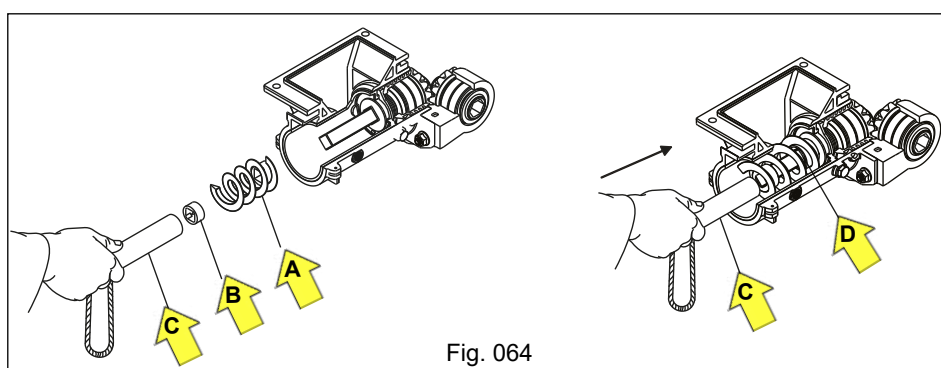

Fig. 064
c) Após a limpeza ou substituição, coloque a rosca sem fim "A", juntamente com o anel trava "B", através do tubo fixador "C", observando que a rosca sem fim e o anel trava fique bem posicionados na base do eixo acionador "D" (Fig. 064).